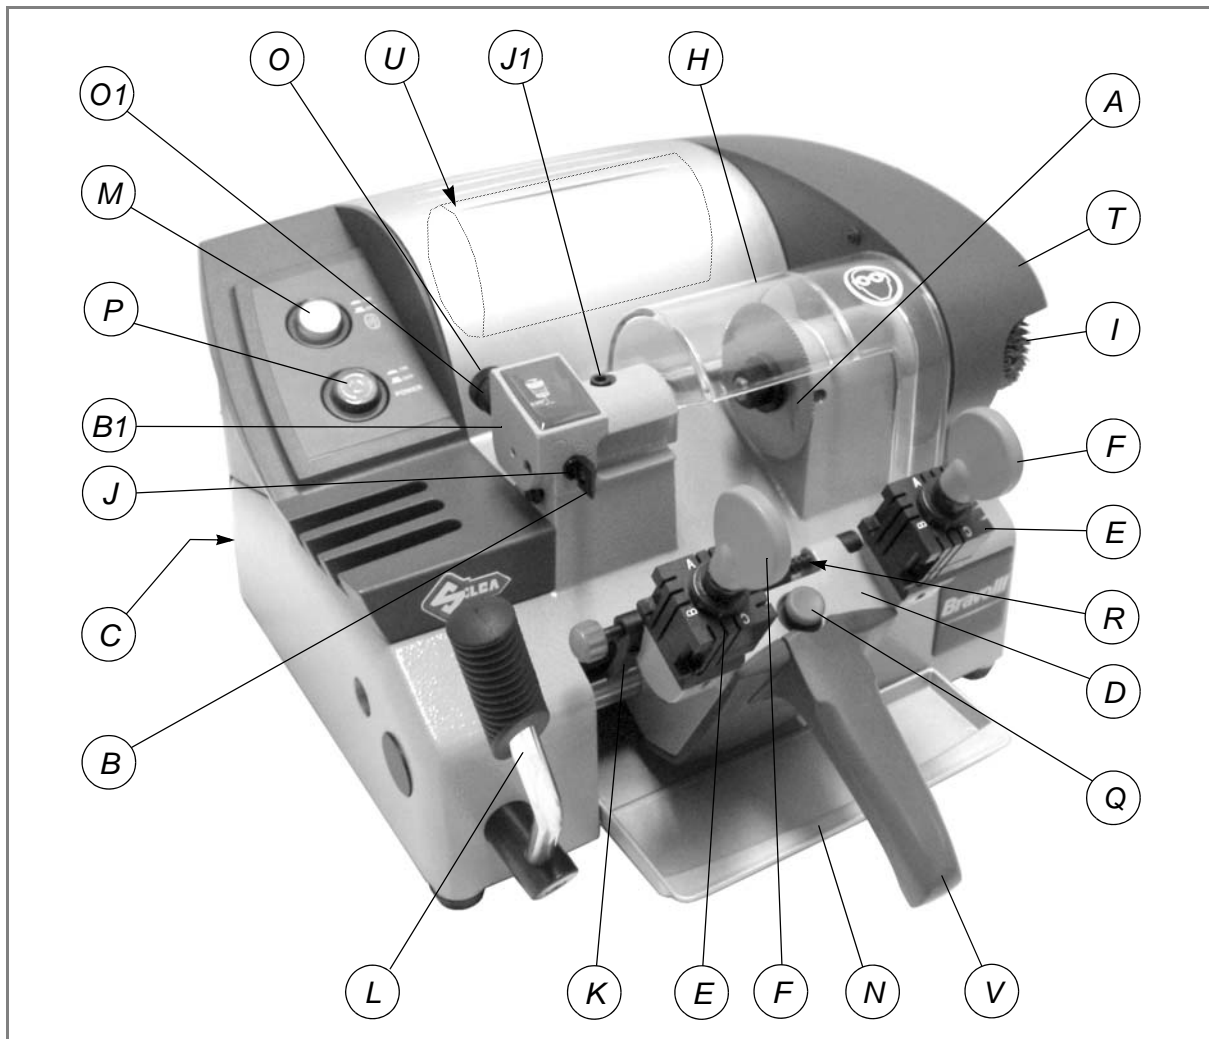

Fig. 5
En la parte izquierda de la duplicadora BRAVO III está colocado el panel de control con 2 mandos: el interruptor general de la máquina (C), el interruptor para la puesta en marcha del motor (P) y el pulsador del cepillo (M) (fig. 5, pág. 6).